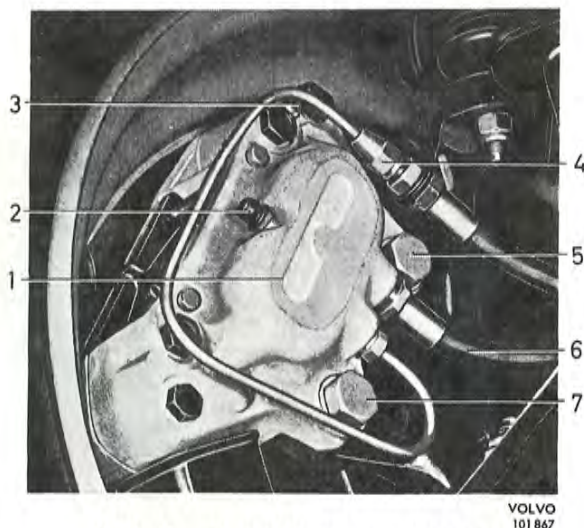

Bild 22. Framhjulsbroms monterad
4. Skruva ur fästskruvarna (5 och 7, bild 22) och demontera bromsoket, se bild 23.